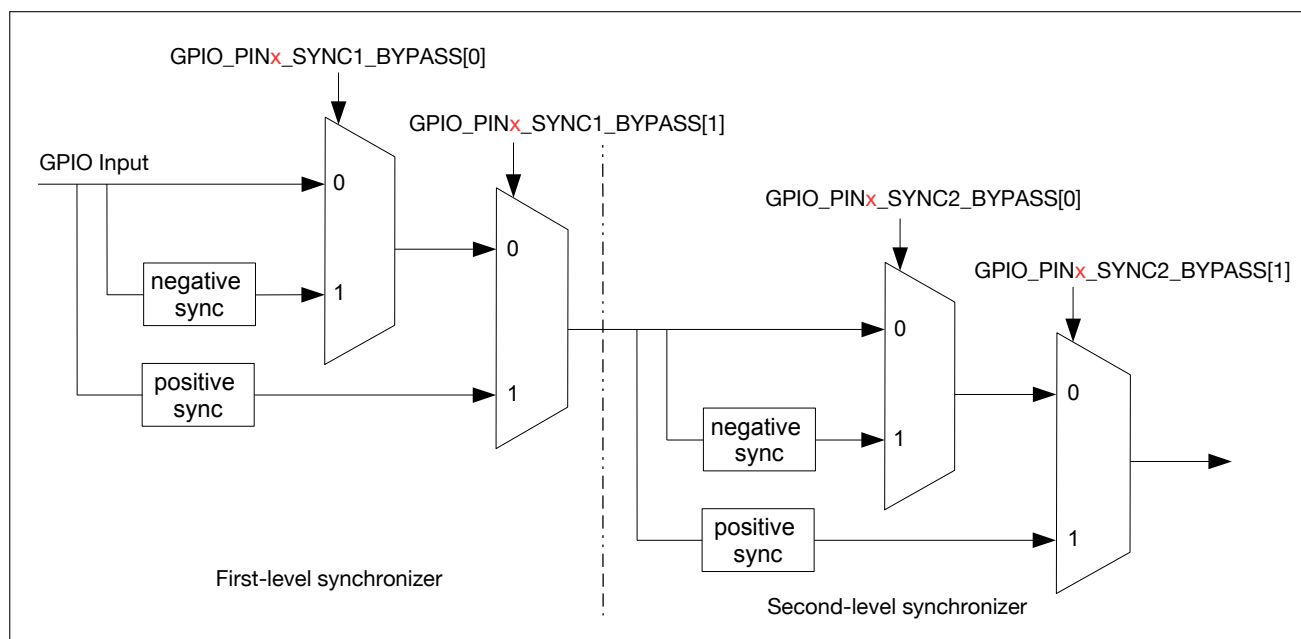

图 5.4-1. GPIO 输入经 HP IO MUX 运行时钟上升沿或下降沿同步
HP GPIO 交换矩阵支持信号同步功能。GPIO SYNC 模块的功能如图 5.4-1 所示。其中，negative sync 为 GPIO 输入经过 HP IO MUX 运行时钟的下降沿同步，positive sync 为 GPIO 输入经过 HP IO MUX 运行时钟的上升沿同步。
同步器 (synchronizer) 默认关闭同步功能。但如果一个异步外设信号连接到管脚时，该信号应通过两级同步器（即图 5.4-1 中的 first-level synchronizer 和 second-level synchronizer）进行同步，以减小亚稳态产生的概率。
- 如图 5.4-1 所示，配置 `GPIO_PIN $x$ _SYNC1_BYPASS` 使能输入信号在第一级同步中为上升沿或下降沿同步。
- 如图 5.4-1 所示，配置 `GPIO_PIN $x$ _SYNC2_BYPASS` 使能输入信号在第二级同步中为上升沿或下降沿同步。